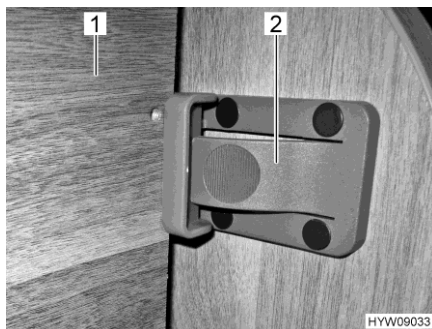

Fig. 55 Retención delantera
- Levantar la cama (Fig. 55,1).
- Retener la cama con el pestillo (Fig. 55,2) en la pared del mueble.
- Presionar el pestillo (Fig. 55,2).